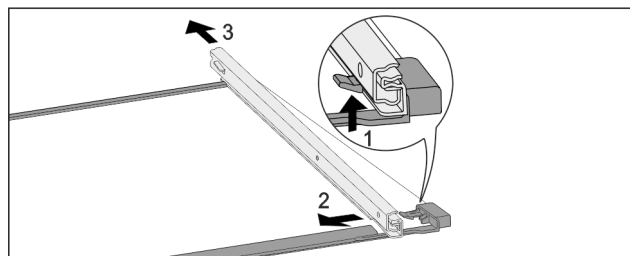

Fig. 168 Płyta szklana z szynami
- ▶ Wcisnąć przedni hak ryglujący do góry. Fig. 168 (1)
- ▶ Wysunąć prowadnicę w bok Fig. 168 (2) i do tyłu Fig. 168 (3).